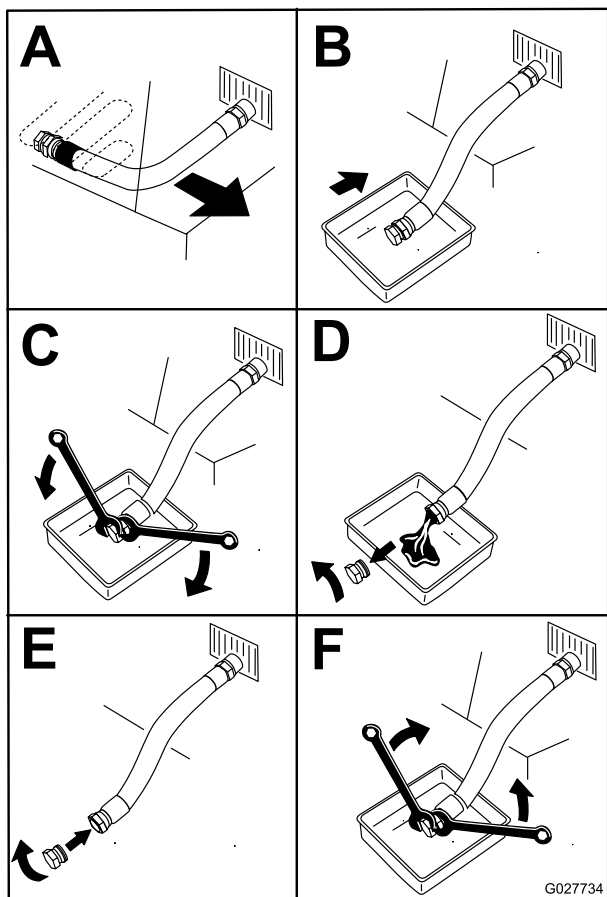

Figure 51
4. Avant de quitter la position de conduite, coupez le moteur, enlevez la clé de contact et attendez l'arrêt complet de toutes les pièces mobiles (Figure 51).